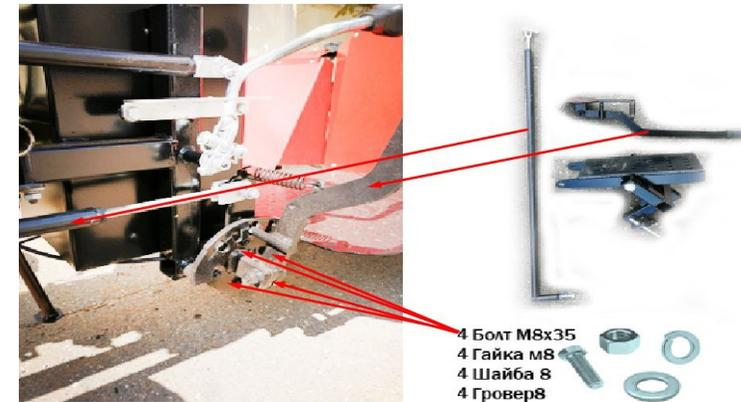

Рис.5 Установка рычага подъемного механизма.
1. Установить рычаг в сборе на фланец круглой формы с четырьмя отверстиями в нижней правой части рамы адаптера. Для этого необходимо фланец рычага, соединить с круглым фланцем рамы при помощи 4-х болтов М8х35, Предварительно перед затяжкой гаек М8 установить шайбу 8 и шайбу гровер 8 (идут в комплекте с подъемным механизмом) Соединить рычаг и фланец пружиной, идущей в комплекте с подъемным механизмом. (смотреть Рис. 5)